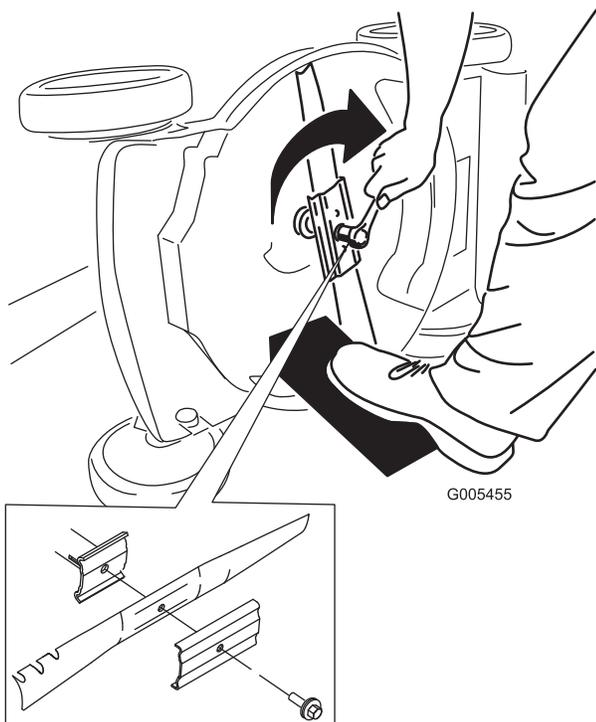

Figure 51
5. Montez la nouvelle lame et toutes les fixations (Figure 51).